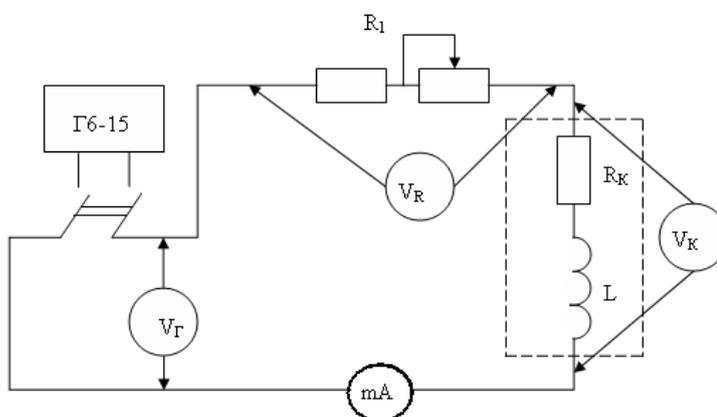

Рис. 7
1. Собрать электрическую цепь, состоящую из двух последовательно соединенных приемников: резистора  $R$  и катушки индуктивности ( $R_L, L$ ) по схеме (рис. 7). Для такой схемы записать в таблицу 1 показание приборов. Определить параметры катушки индуктивности приемника по известным трем напряжениям  $U_\Gamma, U_R$  и  $U_K$ , так называемым *методом трех вольтметров*.
2. Для той же цепи (рис.7) для определения параметров катушки индуктивности ( $R_L$ ,  $L$ ) на основании измерений, выполненных вольтметром и миллиамперметром при фиксированных частотах генератора. Записать показания приборов в таблицу 2. Определить параметры приемника так называемым методом двух частот.